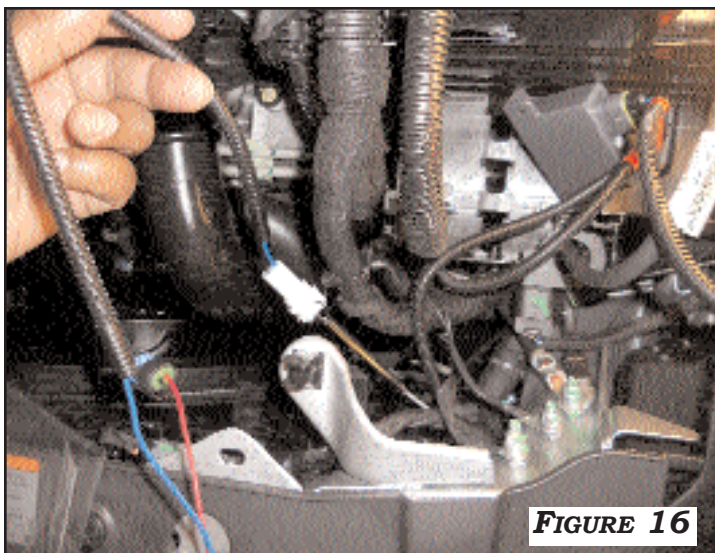

FIGURE 16
2. USING THE WIRE PULLER TO ROUTE THE WHITE CONNECTOR OF THE SHORT END OF THE DRL EXTENSION HARNESS FROM THE AREA IN FRONT OF THE BATTERY TO THE LEFT FOG LIGHT OPENING AS SHOWN IN **FIGURE 16**.